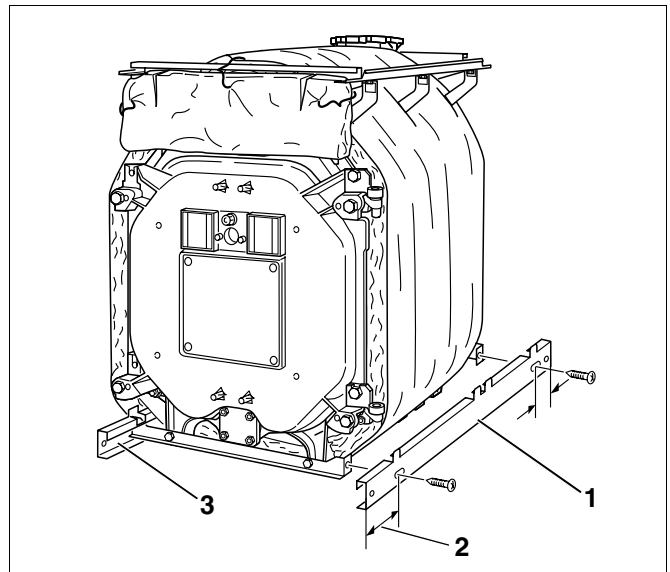

Рис. 47 Установка боковых цокольных планок
- Приставить цокольные планки (рис. 47, поз. 1 и 3) к нижней поперечной траверсе так, чтобы их длинная выступающая часть была направлена вперед (рис. 47, поз. 2).